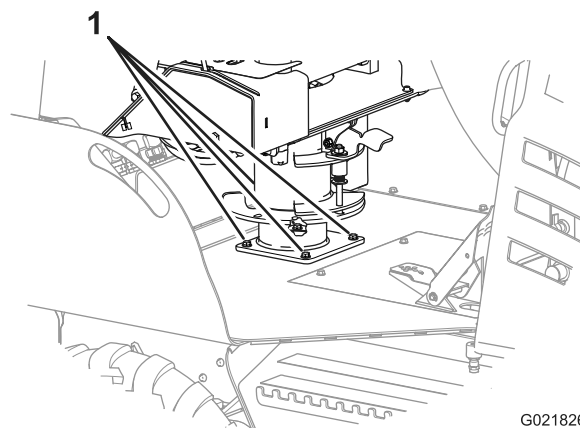

Рисунок 98
2. Проверьте, чтобы 4 болта крепления сиденья к шасси машины были затянуты с моментом от 5,4 до 6,8 Нм (от 48 до 60 фунт-дюймов); см. Рисунок 98.